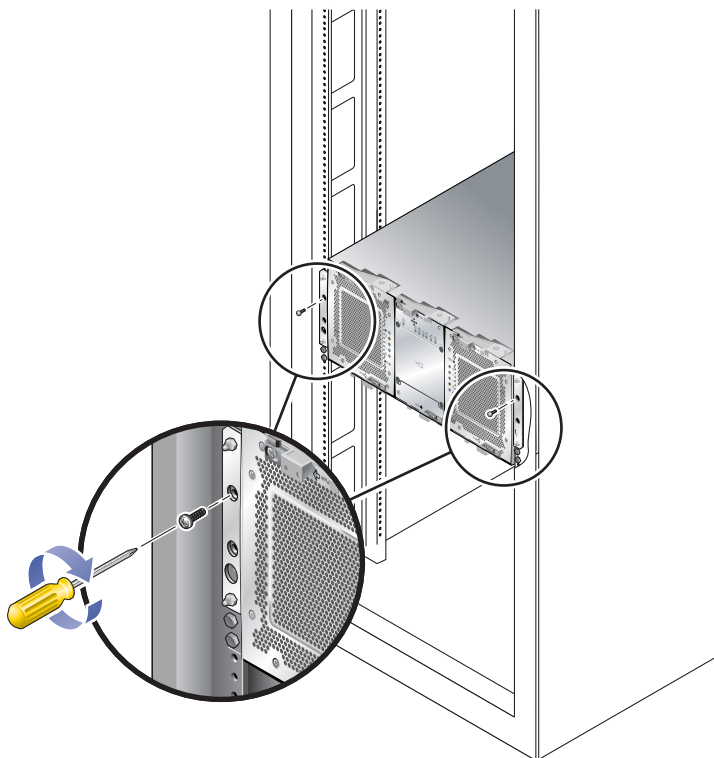

図 2-13 キャビネット正面へのトレイの固定
- Sun StorEdge 拡張キャビネット、または 10-32 ねじ式キャビネットレールを使用するキャビネットの場合、プラスのねじ回し (Phillips の 2 番) を使用して 4 本の 10-32 ねじ (片側 2 本) を差し込んで締め付け、トレイをキャビネットの正面に固定します (図 2-13)。